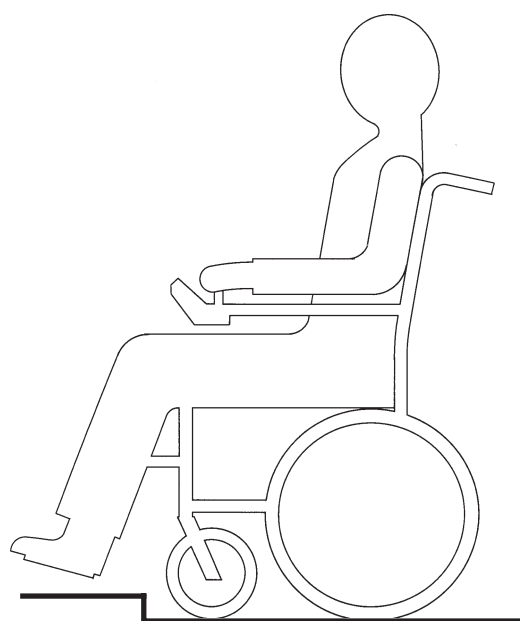

Fig. 40
1. Approchez-vous du trottoir, de face, en avançant lentement et progressivement (Fig. 40).